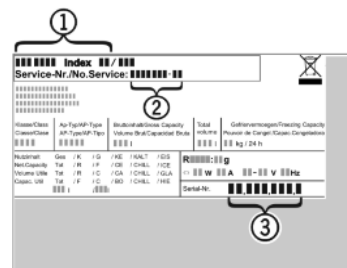

Fig. 8
- ▶ Прочетете от идентификационната табелка описанието на уреда *Fig. 8 (1)*, сервисния № *Fig. 8 (2)* и серийния № *Fig. 8 (3)*. Идентификационната табелка се намира на лявата вътрешна стена на уреда.
- ▶ Обадете се на сервисната служба и посочете неизправността, описанието на уреда *Fig. 8 (1)*, сервисния № *Fig. 8 (2)* и серийния № *Fig. 8 (3)*.